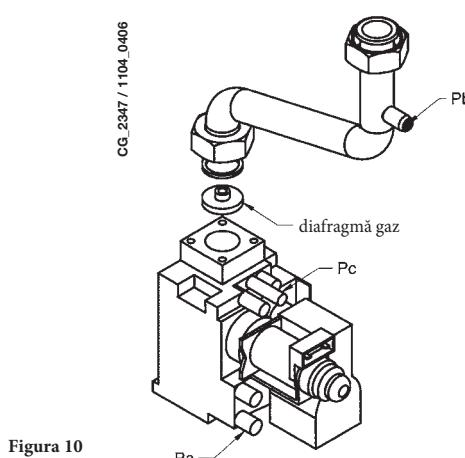

Figura 10
- înlocuiți diafragma de pe vana de gaz (figura 10). Diametrul diafragmei este indicat în tabelul 2.
- Conectați priza de presiune pozitivă a unui manometru diferențial (dacă e posibil, pe bază de apă) la priza de presiune (**Pb**) a vanei de gaz (Figura 10). Numai pentru modelele cu cameră etanșă, conectați priza negativă a manometrului la un racord în "T" care să permită conectarea împreună a prizei de compensare a centralei, a prizei de compensare a vanei de gaz (**Pc**) și a manometrului. (Aceași măsurătoare poate fi efectuată prin conectarea manometrului la priza de presiune (**Pb**) după ce a fost scos panoul frontal al camerei etanșe.) O măsurare a presiunii la arzătoare efectuată prin metode diferite de cele descrise s-ar putea dovedi eronată, întrucât nu ar ține cont de presiunea joasă creată de ventilator în camera etanșă.
- verificați ca presiunea dinamică de alimentare a centralei, măsurată la priza de presiune (**Pa**) a vanei de gaz (Figura 10) să fie cea corectă (30 mbar pentru propan sau 20 mbar pentru gaz natural).
- Reglați șurubul "pmax/pmin" (figura 10) până la obținerea valorii de presiune indicate în Tabelul 1.